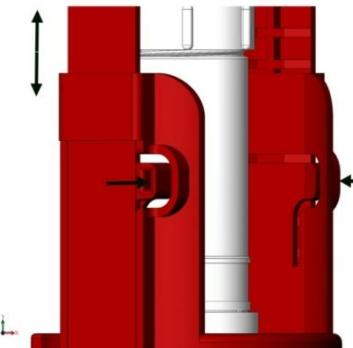

Рис.3
- Чтобы отрегулировать клапан выпуска по высоте, необходимо отсоединить тягу 8, от хомута 10. Затем нажать на фиксаторы опоры 15 и перемещением стойки 9 вверх-вниз (см. рис.3) добиться необходимого зазора